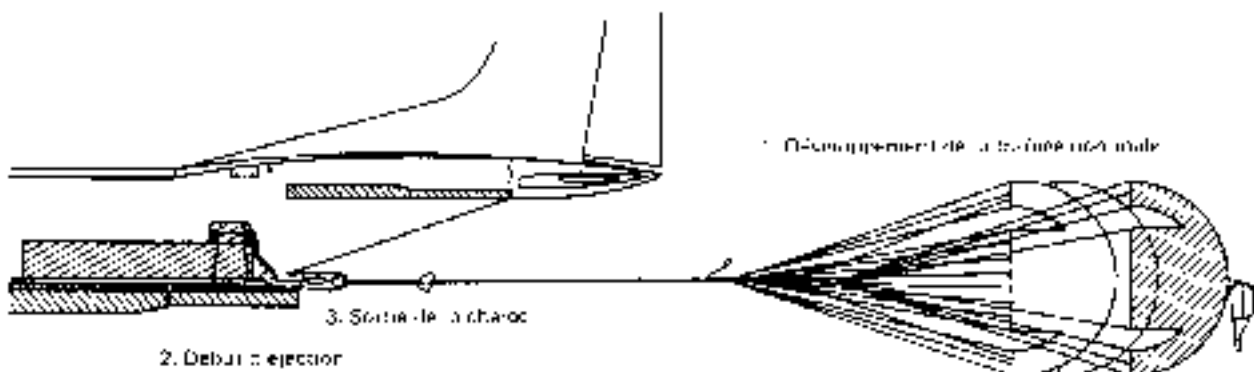

Fig. 2.10 – Fonctionnement – Sortie de la charge en largage classique
1. La traînée du parachute éjecteur atteint sa valeur nominale qui s'applique à la charge (fig. 2.10).